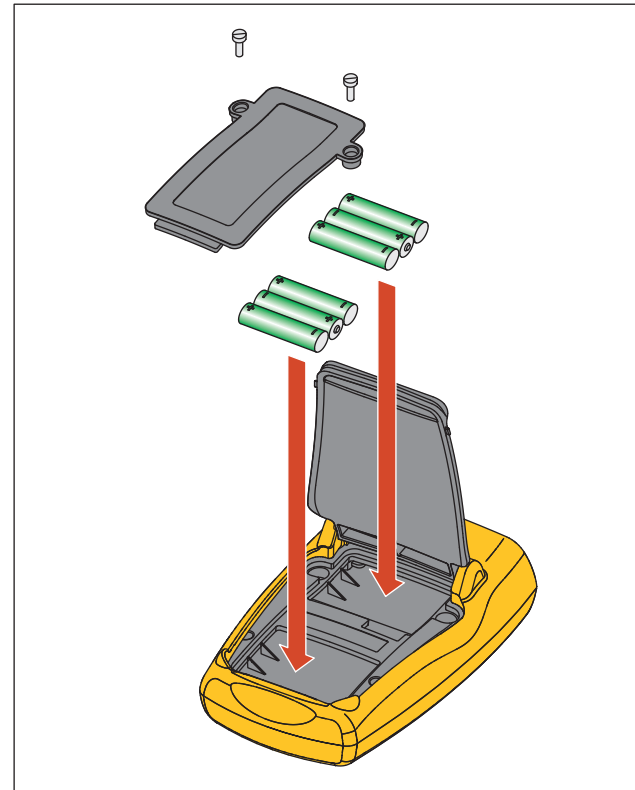

Figura 60. Reemplazo de las pilas
2. Utilice un soporte de apoyo para levantar el Producto y poder acceder a la puerta del compartimento de las pilas. Consulte la figura 60.